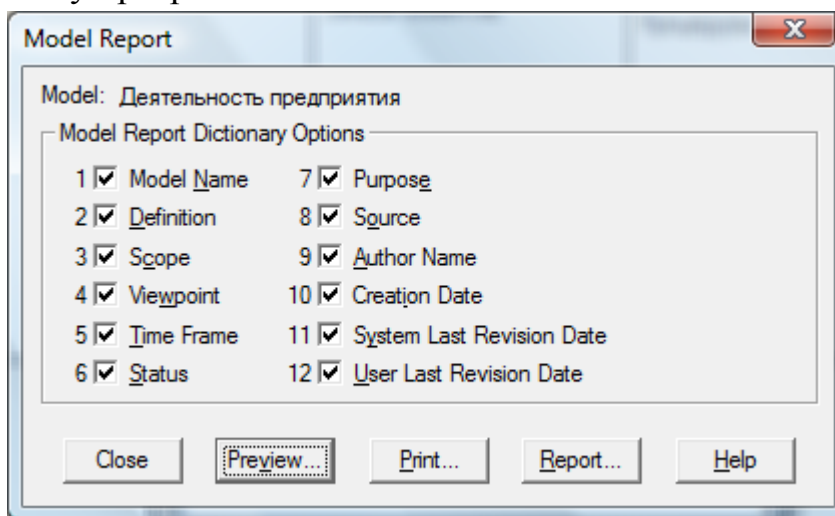
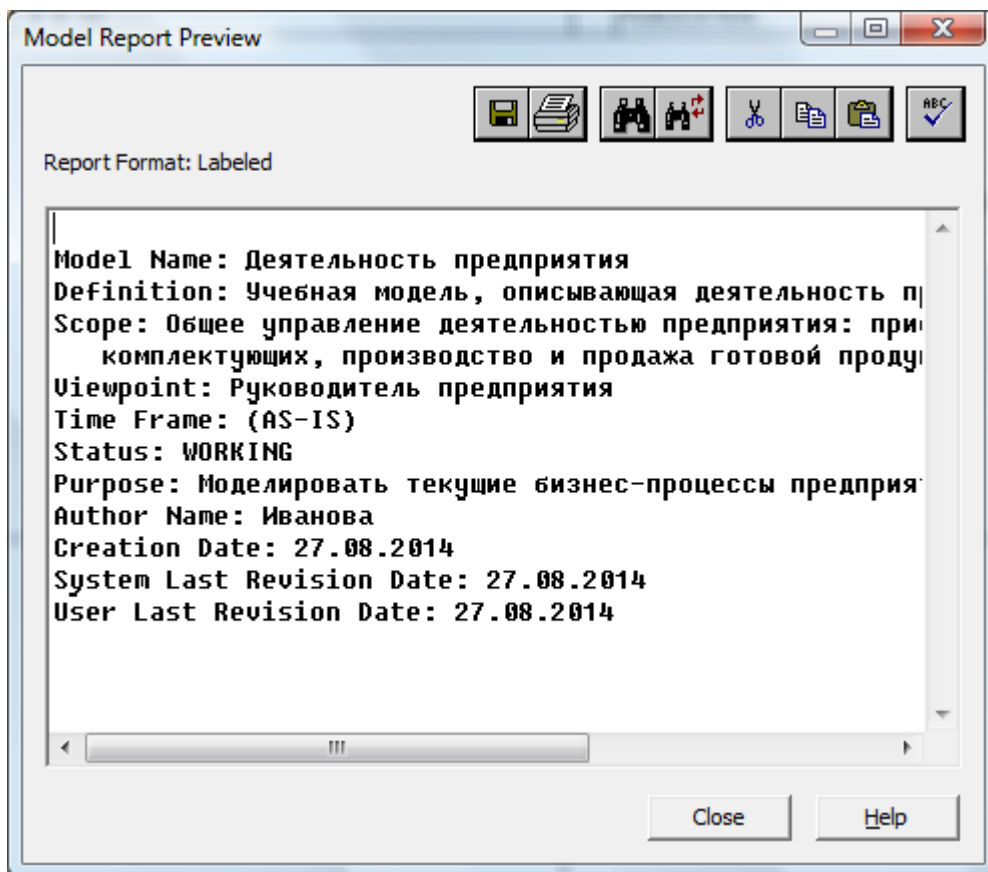

Рис. 11. Окно *Model Report* (Отчет модели)
Рис. 12. Окно предварительного просмотра отчета модели
2. Для создания отчета вызовите команду меню *Tools* \Rightarrow *Reports* \Rightarrow *Model Report* (Инструменты \Rightarrow Отчеты \Rightarrow Отчет модели). В появившемся диалоговом окне (рис. 11) отметьте все свойства и нажмите кнопку *Preview* (Предварительный просмотр). Отобразится окно *Model Report Preview* (Предварительный просмотр отчета модели) (рис. 12).